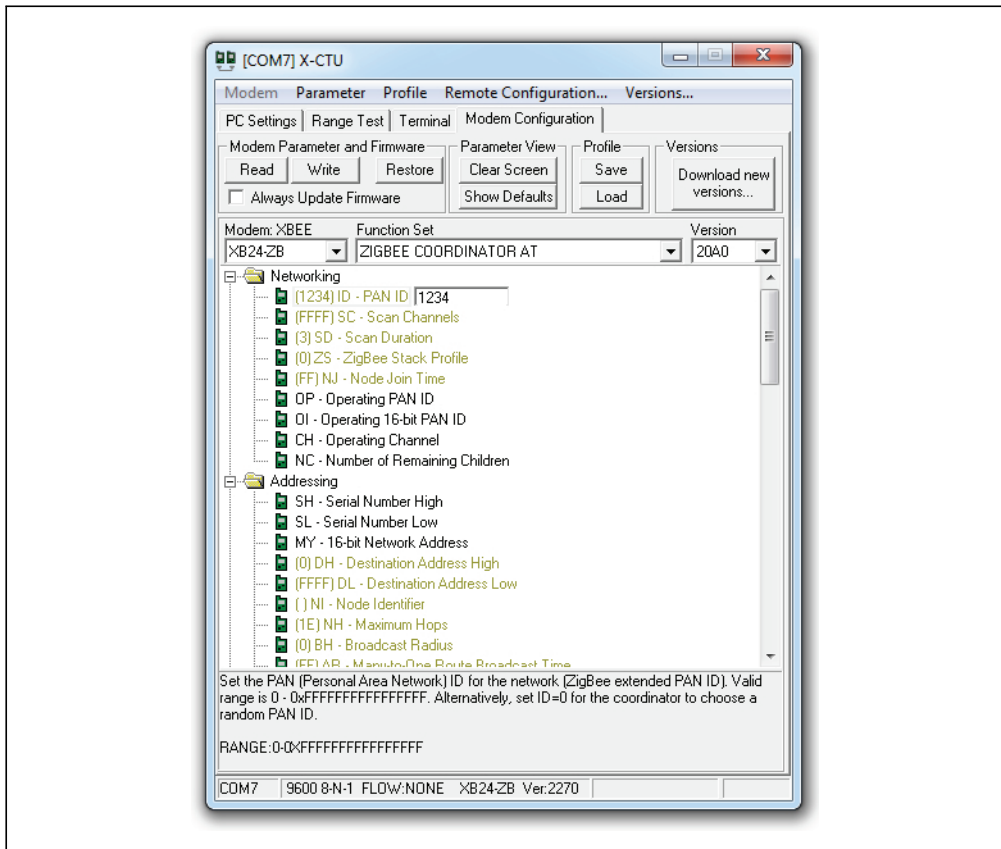

Abbildung 14-5: Konfiguration des XBee
Wenn Sie Probleme haben, Ihre XBees zum Sprechen zu bringen, überprüfen Sie, ob sie den gleichen Firmware-Typ verwenden (z.B. XB24-ZB unter dem Modem: XBee-Einstellung wie in Abbildung 14-5) und ob die aktuellste Firmware-Version genutzt wird (der Versions-Wert in Abbildung 14-5). Umfassende Tipps zur XBee-Fehlersuche finden Sie in Robert Faludis »Common XBee Mistakes« auf <http://www.faludi.com/projects/common-xbee-mistakes/>. Umfassende Informationen zum Umgang mit XBees finden Sie im Buch *Building Wireless Sensor Networks* von O'Reilly (suchen Sie danach auf [www.oreilly.de](http://www.oreilly.de)).
7. Ändern Sie die PAN ID-Einstellung von 0 auf 1234 (oder jeden anderen Hexadezimalwert; die PAN ID muss aber für alle Geräte im gleichen Netzwerk identisch sein), wie in Abbildung 14-5 zu sehen.
10. Lassen Sie nun X-CTU laufen und den XBee eingesteckt. Schließen Sie den zweiten XBee an einem anderen USB-Port an. Wiederholen Sie die obigen Schritte (im zweiten Schritt starten Sie eine zweite Instanz von X-CTU), wählen im vierten Schritt aber statt ZIGBEE COORDINATOR AT die Option ZIGBEE ROUTER AT. Bei diesem XBee müssen Sie Channel Verification (JV) auch auf 1 setzen. Damit bestätigt er die Verwendung des richtigen Kanals, was die Verbindung mit dem Koordinator zuverlässiger macht.